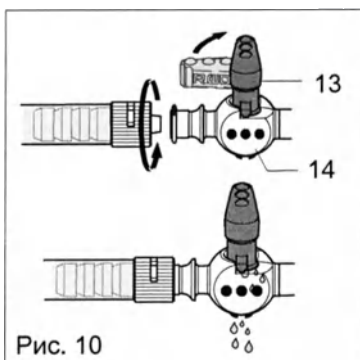
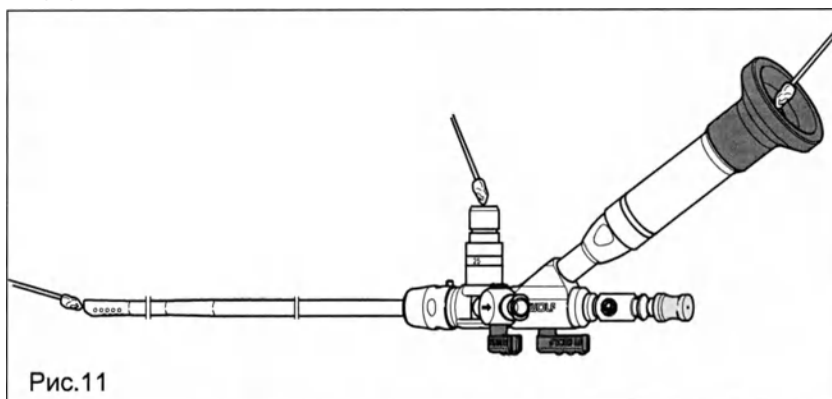

Рис. 10
Рис.11
- ◇ Проверьте легкость вращения промывочного, подводящего и сливного кранов (10)/(11)/(12).
- ◇ Промойте краны для промывки и слива (11)/(12) с помощью ирригатора.
- ◇ Убедитесь в том, что пробка крана (13) входит в зацепление с корпусом крана (14).
- ◇ Проверьте краны (10)/(11)/(12) на герметичность (рис. 10)
- ◆ Подключите подводящий шланг, переведите пробку крана (13) в закрытое положение.
- ◆ В случае негерметичности кранов: замените пробки (13).
- ◇ Убедитесь в легкости хода пробки крана (13) в корпусе (14).
- ◆ Поверхности стекла протирайте пропитанным алкоголем тампоном (не на металлической или пластмассовой, а на деревянной палочке), плохо стираемые налеты удаляйте средством для чистки инструментов* (рис. 11).